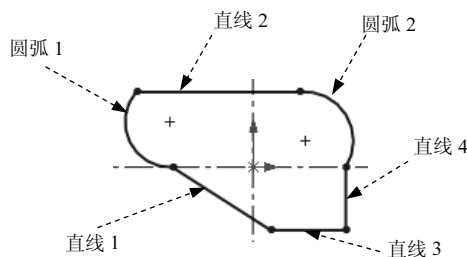

图 1.4 绘制的圆弧
(3) 绘制圆弧。选择下拉菜单 **工具(T)** → **草图绘制实体(E)** → **三点圆弧(3)** 命令，在图形区中绘制图 1.4 所示的圆弧。